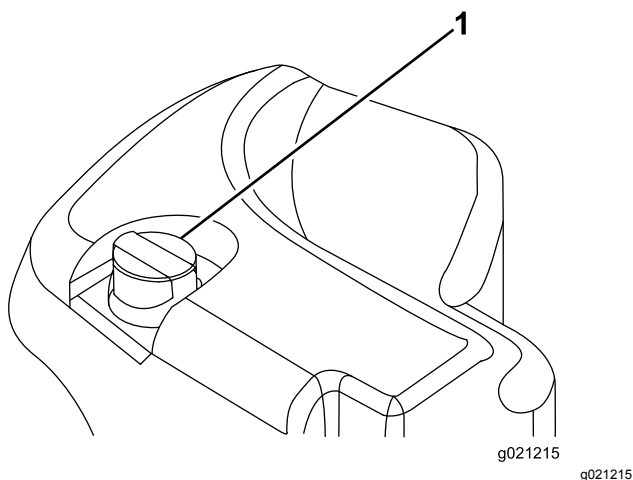

Figura 14
2. Pulite attorno al collo del bocchettone e del tappo del serbatoio idraulico (Figura 14).